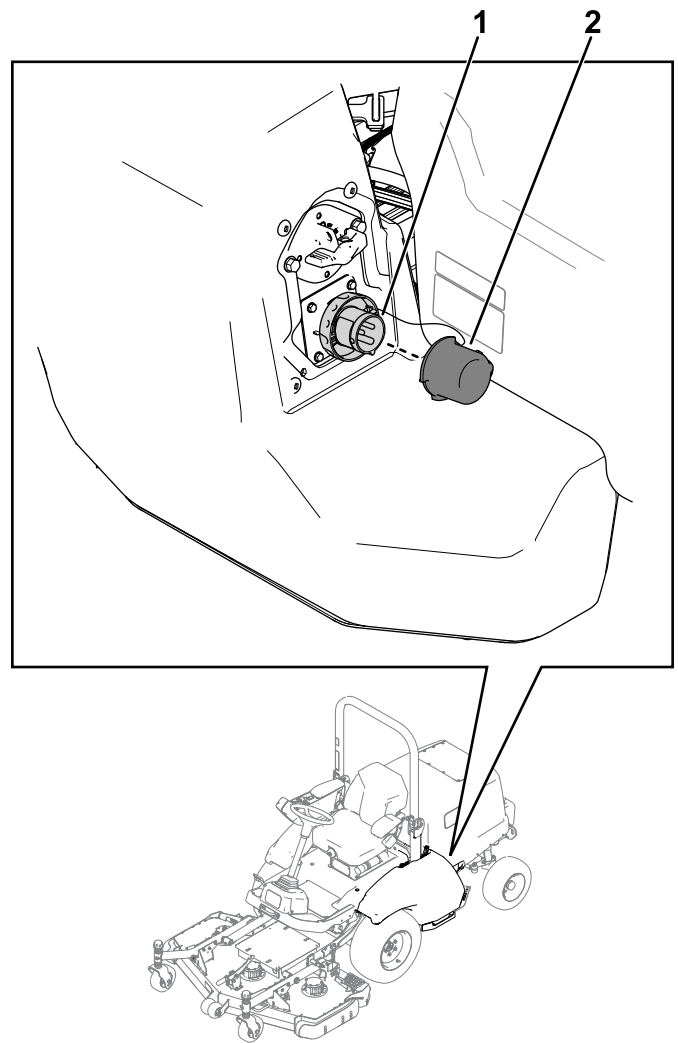

Bild 36
6. Stecken Sie das Netzkabel in den Ladeanschluss der Maschine ein (Bild 36).